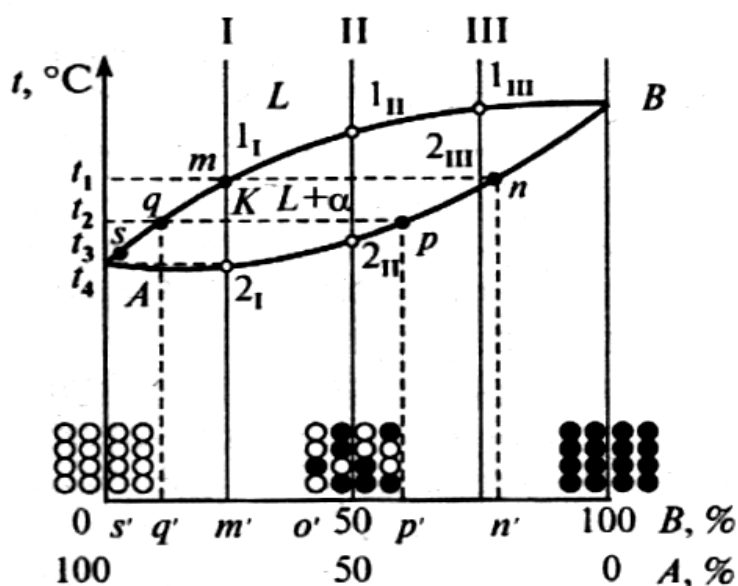

Рис. 2. Диаграмма состояния медь – никель (Cu – Ni) [4, С. 20]:
2) Оба компонента сплава (А (медь) и В (никель)) неограниченно растворимы в жидком (L) и твердом состоянии и не образуют химических соединений (рис. 2). Диаграмма имеет простой вид и показана на рис. 2, линия AmB — *ликвидус*, AnB — *солидус* [4, с. 20].